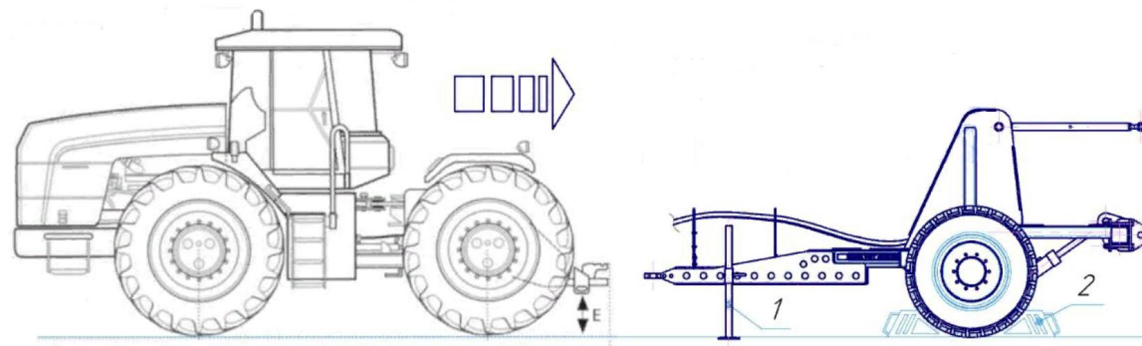

Рисунок 3.3 – Сцепка тележки с трактором
- Выровнять дышло сцепной тяги тележки параллельно грунту на уровне зева сцепного устройства трактора с помощью опорной стойки поз. 1 (см. рис. 3.3).
- Медленно подать трактор назад (см. рис. 3.3) до совмещения отверстий в сцепном устройстве трактора и дышле сцепной тяги тележки.